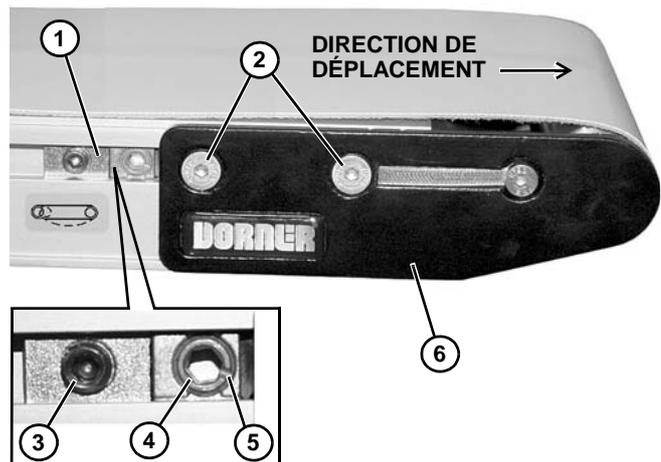

Figure 59
Les convoyeurs à bande sans guidage en V sont équipés de rives de guidage (**Figure 59, élément 1**) permettant le réglage du guidage.
- S'assurer que les vis de fixation de la plaque de tête (**Figure 59, élément 2**) sont bien serrées des deux côtés du convoyeur.
- Sur les deux côtés du convoyeur, desserrer les vis de fixation de la came (**Figure 59, élément 3**). Régler les cames (**Figure 59, élément 4**) jusqu'à ce que les encoches indicatrices (**Figure 59, élément 5**) soient horizontales et fassent face à l'extrémité du convoyeur. Glisser ensuite les cames contre les plaques de tête (**Figure 59, élément 6**) et resserrer au couple de 7 N.m les vis de fixation des cames (**Figure 59, élément 3**).
- Sur le côté vers lequel se déplace la bande, desserrer les vis de fixation de la plaque de tête (**Figure 59, élément 2**).
- Le convoyeur étant en fonctionnement, tourner à l'aide d'une clé hexagonale de 5 mm et par petits incréments la came de guidage (**Figure 59, élément 4**) jusqu'à ce que la bande se déplace au centre du convoyeur. Tout en maintenant la came en position, resserrer au couple de 7 N.m les vis de fixation de la plaque de tête (**Figure 59, élément 2**) à l'aide d'une clé hexagonale de 4 mm.